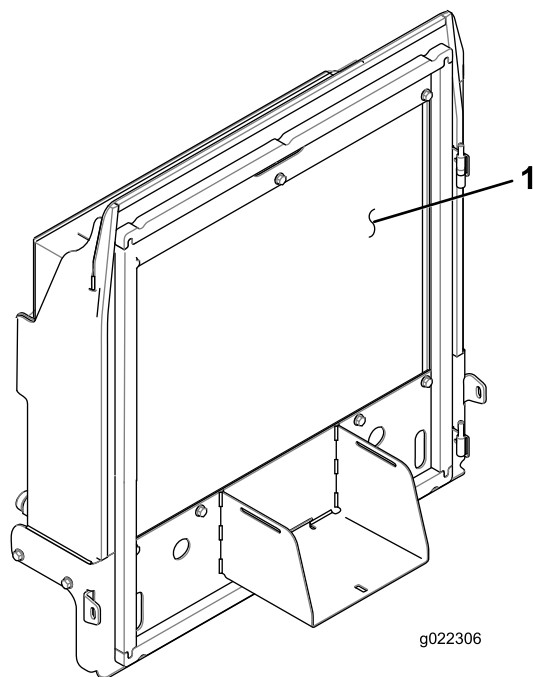

Figure 70
4. Nettoyez soigneusement les deux côtés du radiateur/refroidisseur d'huile (Figure 70) à l'air comprimé.